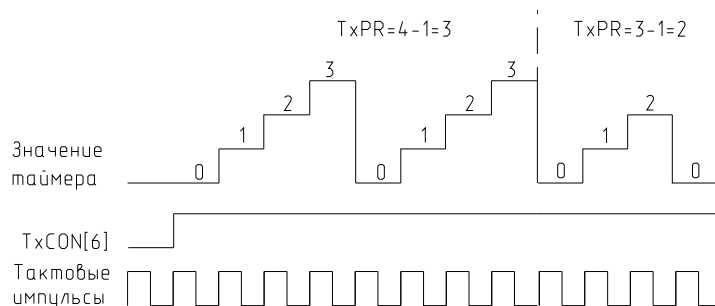

Рис. 4.3. Режим непрерывного счета вверх GP таймера
2) *Непрерывный режим счета вверх*. В этом режиме значение счетчика увеличивается до тех пор, пока не достигнет значения, равного значению в регистре периода (рис. 4.3). После этого счетчик сбрасывается в ноль и начинает считать сначала. При этом вырабатывается флаг прерывания, который остается установленным в течение одного такта. Если флаг не был маскирован, то вырабатывается запрос прерывания от периферийного устройства.